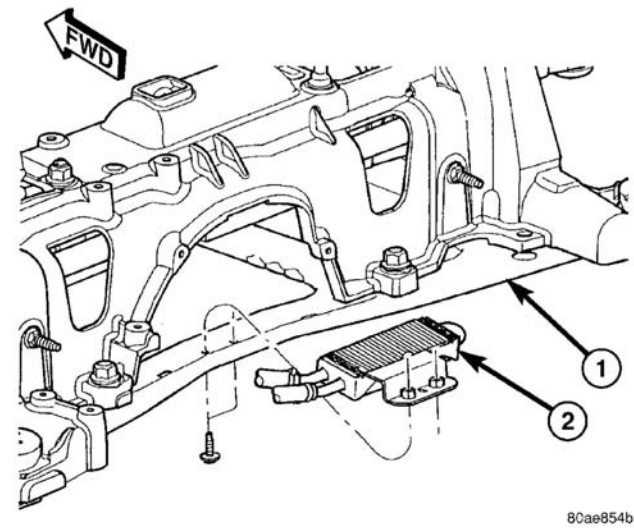

图 3 动力转向液冷却器
(5) 举升车辆。（参见润滑与保养/举升—标准程序）
(6) 卸下前轮和轮胎总成。
(7) 卸下前排放物蒸发炭罐。（参见 25—排放控制/蒸发排放物/蒸发炭罐—拆卸）
(8) 卸下动力转向液冷却器处的软管并使液体排出。
(9) 卸下连接动力转向液冷却器至托架横梁加强件的2个螺栓（图3）。